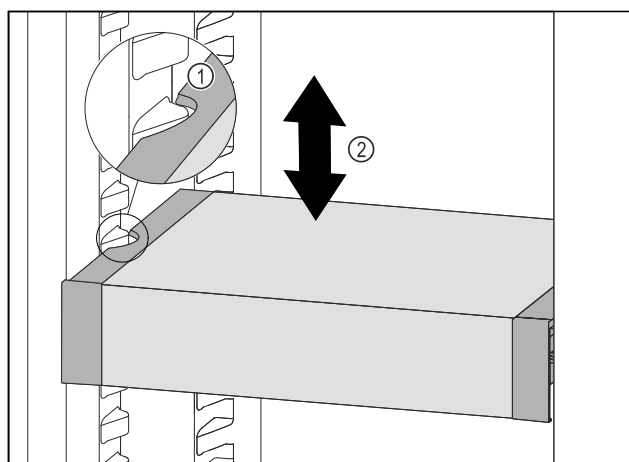

Fig. 183
- Trageți în față VarioSafe, până când degajările laterale ale VarioSafe se află la înălțimea nervurii recipientului din frigider. Fig. 183 (1)
- Mișcați în sus sau în jos VarioSafe în frigider, până când este atinsă înălțimea dorită. Fig. 183 (2)